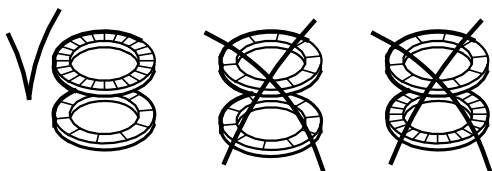

Fig. 8 Montaje correcto de las arandelas
7. Montar el impulsor (pos. 49), el espaciador (pos. 64), la junta (pos. 139b) y el difusor (pos. 4f).
8. Continuar el montaje hasta la cámara del cojinete (pos 4a).
9. Montar la cámara para el cojinete (pos. 4a), el espaciador (pos. 64a), la junta (pos. 139b) y el anillo de cojinete (pos. 47a). Ver sección 8. Orden de montaje de cámaras e impulsores.
10. Montar el impulsor (pos. 49), la abrazadera (pos. 64c), las arandelas (pos. 66) y la tuerca (pos. 67). Ver fig. 8.